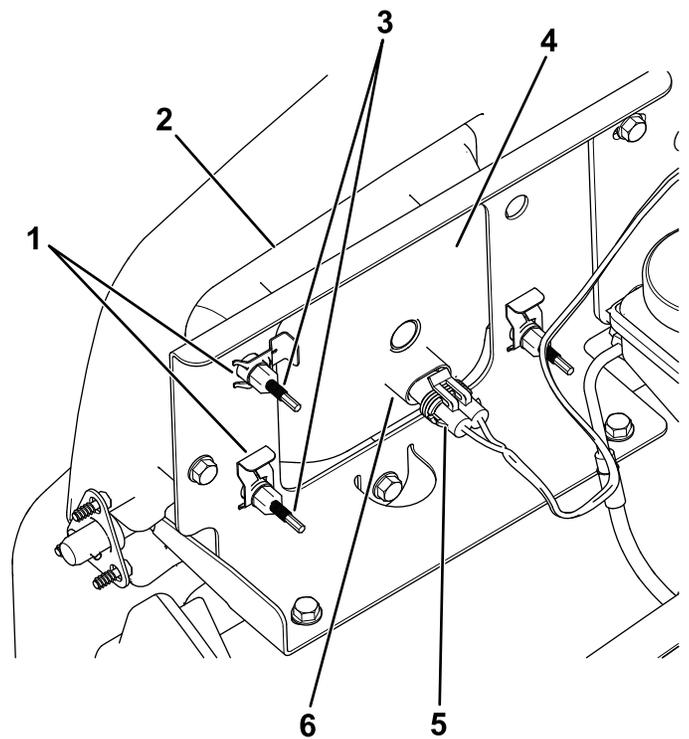

図 51
3. ランプアセンブリのコネクタから、ハーネス用のコネクタを外す 図 51。
4. ヘッドライトをヘッドライトブラケットに固定しているスピードクリップを外す 図 51。
5. ヘッドライトアセンブリ全体を前に押し出して、前バンパーから外す 図 51。
6. 取り付け穴に新しいヘッドライトを取り付ける 図 51。
8. ハーネス用のコネクタを、新しいランプアセンブリのコネクタに接続する 図 51。
- ヘッドライトアセンブリの裏側部分にある調整ねじ 図 51 を回してヘッドライトアセンブリの角度を変えてビームの方向を調整する。